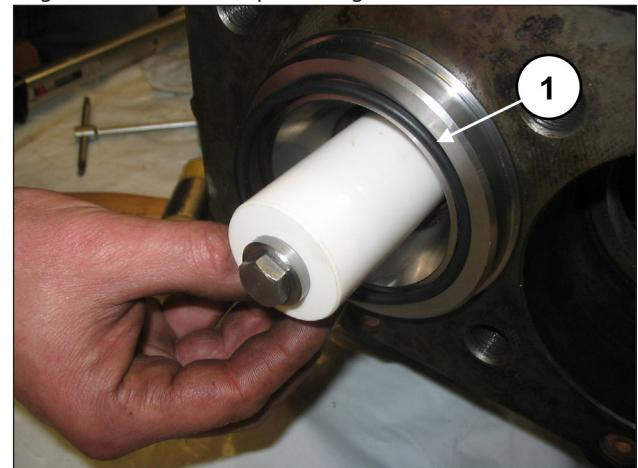
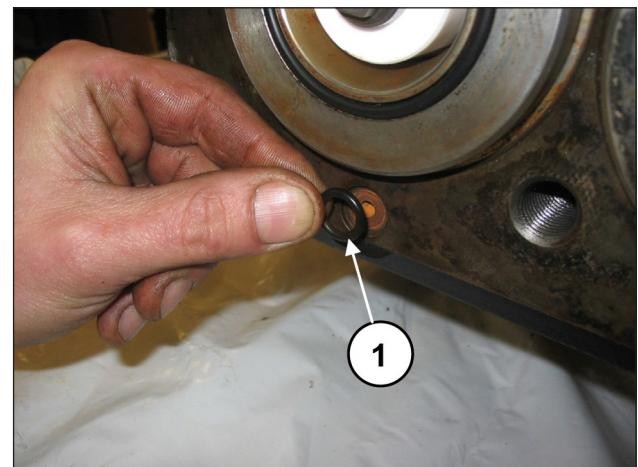

Fig. 152
Fig. 153
Montare l'O-ring frontale della camicia (pos. ①, Fig. 152) e l'O-ring del foro di ricircolo (pos. ①, Fig. 153).